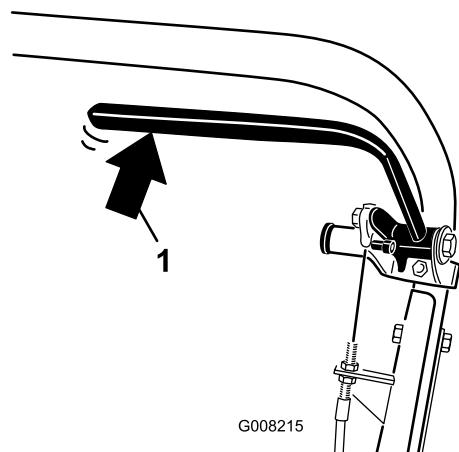

Figura 32
2. Con una bilancia a molla, premete indietro sulla leva del freno di servizio (Figura 32). Rilasciate il freno di stazionamento quando si raggiunge una forza tra 13,5 e 18 kg. Se si rilascia il freno di stazionamento prima di avere raggiunto una forza tra 13,5 e 18 kg, è necessario regolare il cavo del freno. Passate alla fase 3.